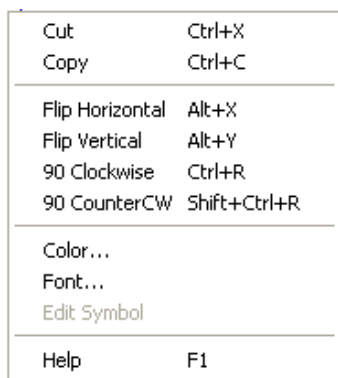

Рис. 16. Всплывающее меню
- 1) щелкнуть правой клавишей мыши по компоненту. Откроется всплывающее меню (рис. 16);